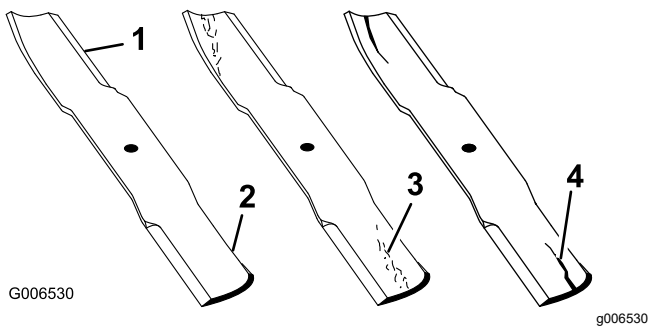

Figure 94
1. Examinez le tranchant des lames (Figure 94).
4. Remplacez immédiatement toute lame fendue, usée ou qui présente une entaille sur cette partie (Figure 94).